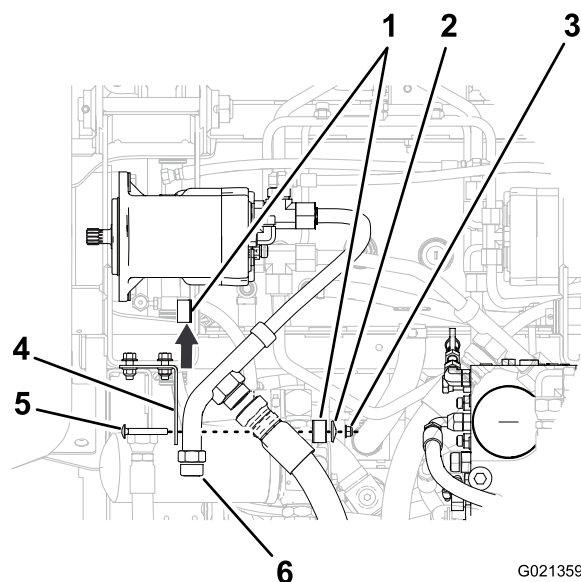

Bild 4
2. Nehmen Sie die Klemmblockhälften ab (Bild 4).
1. Entfernen Sie die Schraube, Mutter und Klemmplatte, mit denen die Klemmblockhälften und der Verteilerschlauch an der Stützhalterung befestigt sind (Bild 4).